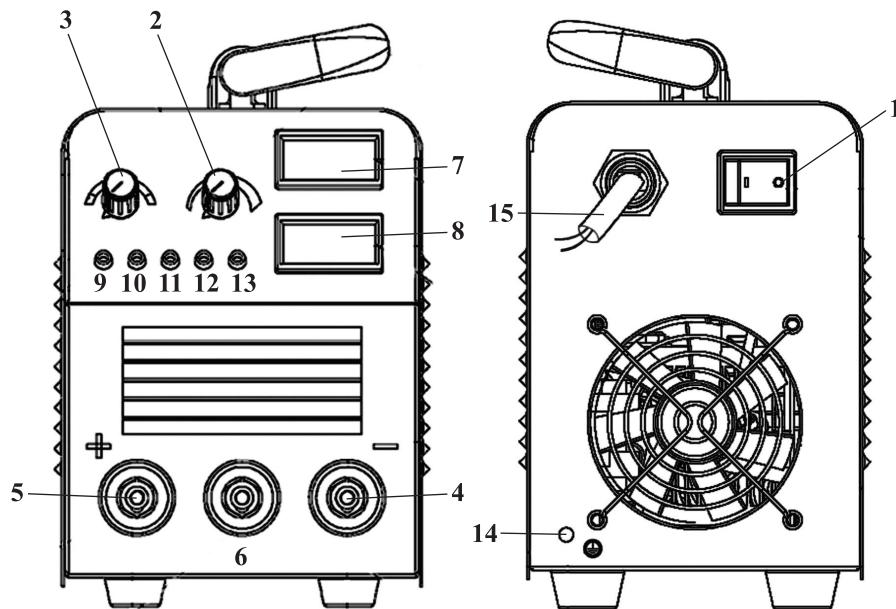

рис. 1
Общий вид инвертора схематично представлен на рис. 1:
6.1.5 Сварочный кабель с электрододержателем подключается к быстрозажимной клемме «плюс» 5 (рис. 1), за исключением случая использования кислотных электродов. В любом случае, сначала ознакомьтесь с инструкцией на упаковке электродов.
6.1.6 Кабель массы (обратный кабель) подключается к быстрозажимной клемме «минус» 4 рис. 1 и подключается к рабочей поверхности, как можно ближе к месту сварки.
6.2.3 При отключённой вилке сетевого кабеля, подсоедините два кабеля с зажимами для зарядки из комплекта поставки к соответствующим клеммам поз. **4;6** (рис. 1).
В зависимости от номинального напряжения аккумулятора выберите 1 из возможных режимов (12В, 24В, 36В) переключателем поз. **3** (рис. 1). Регулятором поз. **2** (рис. 1) устанавливается сила тока зарядки.
7.1.1 В большинстве случаев сварочный кабель с электродом подключается к быстrozажимной клемме «плюс» **5** рис. 1, однако есть некоторые виды электродов, подключаемых к быстrozажимной клемме «минус» **4** рис. 1, поэтому подключать сварочные кабели следует в соответствии с полярностью аппарата «+» и «-» и типом электродов.
7.1.3 Ток сварки устанавливается с помощью регулятора **2** рис. 1.
7.2.1 Амперметр поз. 7 (рис.1) покажет величину тока поступающего к батарее (начало зарядки). Во время зарядки, величина тока медленно опуститься до минимального значения, в зависимости от ёмкости и состояния батареи. Вы можете оценить заряд аккумуляторной батареи при помощи показаний амперметра.
7.3.1 При отключённой вилке сетевого кабеля установите переключатель поз. 3 (рис. 1) в одно из возможных положений (12В, 24В, 36В). Затем, регулятором поз. 2 (рис. 1) устанавливайте максимальную силу тока для «пуска».